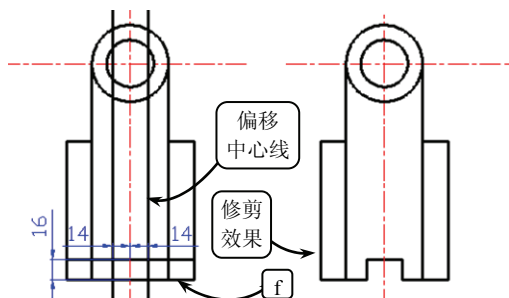

图 3-69 偏移中心线并修剪轮廓线
⑰ 利用【偏移】工具将竖直中心线向左右两侧分别偏移 14，并将偏移后的中心线转换为【轮廓线】图层。继续利用【偏移】工具将轮廓线 f 向上偏移 16。然后利用【修剪】工具修剪多余线段，效果如图 3-69 所示。